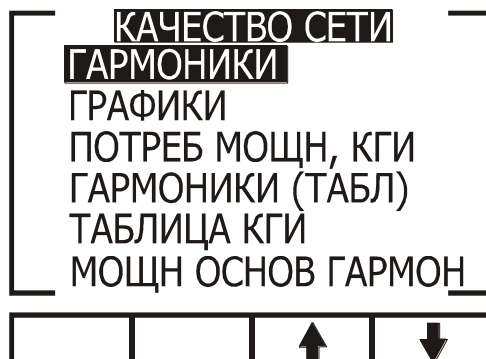

Рис. 36
2. Нажмите Enter. На дисплее появится экран выбора режима отображения качества сети (**рис. 36**):